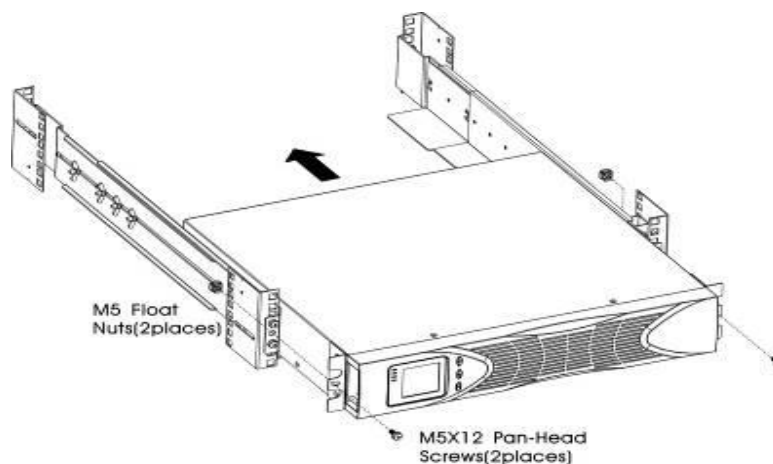

Рисунок 4 Закріплення передньої частини шафи
- l) Прикріпіть передню частину ДБЖ до стійки, використовуючи один гвинт з плоско-випуклою головкою M5×12 та одну клітьову гайку M5 з кожного боку (див. Рис. 4). Установіть нижній гвинт з кожного боку через нижній отвір кріпильного кронштейна та нижній отвір рейки.